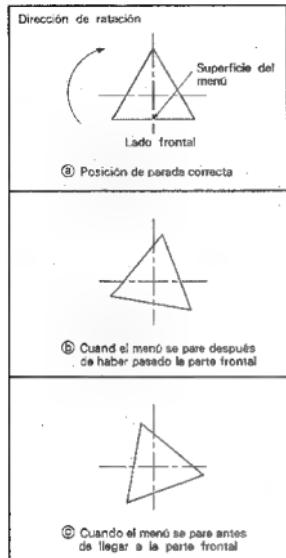

Fig. 7-4
- Afloje el tornillo ④ y apriete el tornillo ⑤ girándolo hacia la derecha.
- Afloje el tornillo ④ y gire el tornillo ⑤ hacia la izquierda para aflojarlo.
- (5) Vuelva a girar el menú y apriete firmemente el tornillo ④ cuando el menú se pare dirigiendo sus superficies hacia la parte frontal. (Fig. 7-4 ④)
- (6) Finalmente, gire el menú y compruebe si se para dirigiendo sus tres superficies hacia la parte frontal cada 120° de rotación.